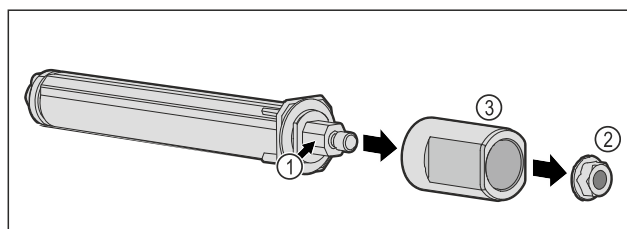

Fig. 58
- ▶ Nu dezasamblați sistemul de închidere al ușii Fig. 58 (1).
- ▶ Îndepărtați piulița Fig. 58 (2).
- ▶ Detașați manșonul Fig. 58 (3).